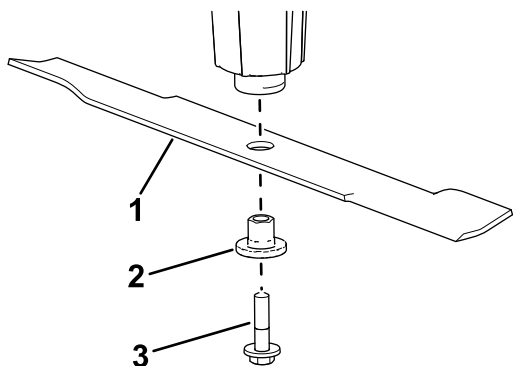

Figure 24
4. Retirez le boulon, la douille et la lame de l'axe de pivot (Figure 24).